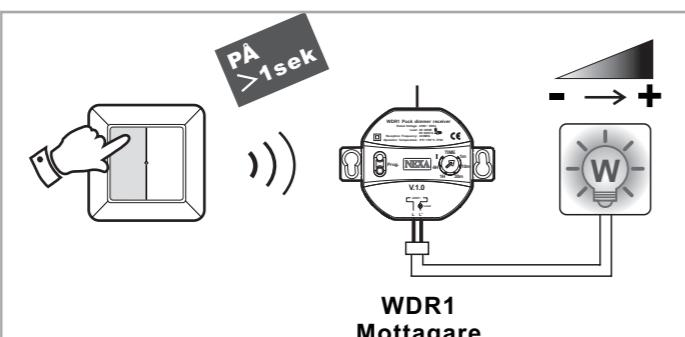

fig.13
• Genom längre tryck på vippans övre del (>1sek) ste格ras belysningen mellan 5%-100% (se fig.13).